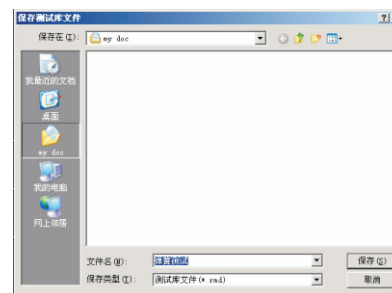

图24
## ③另存测试库: 用指定的文件名保持当前测试结果; (图24)